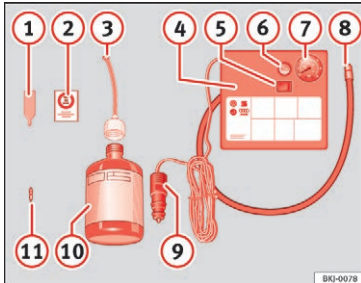

Fig. 90 Havarisættets dele
Havarisættet er placeret i bagagerummet under bundpladen. Det består af følgende dele »» Fig. 90:
Tilslut dækpåfyldningsslangen »» Fig. 90 ⑧ igen, og aflæs dæktrykket på dæktryksmåleren ⑦.